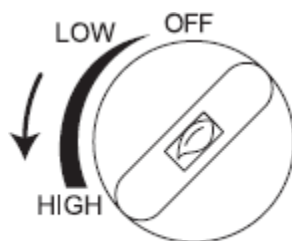

Fig. 4
- Rotiți butonul de aprindere în sens invers acelor de ceasornic în poziția 'HIGH' până când dispozitivul de aprindere piezo face „clic” și aprinde arzătorul. (FIG. 4)